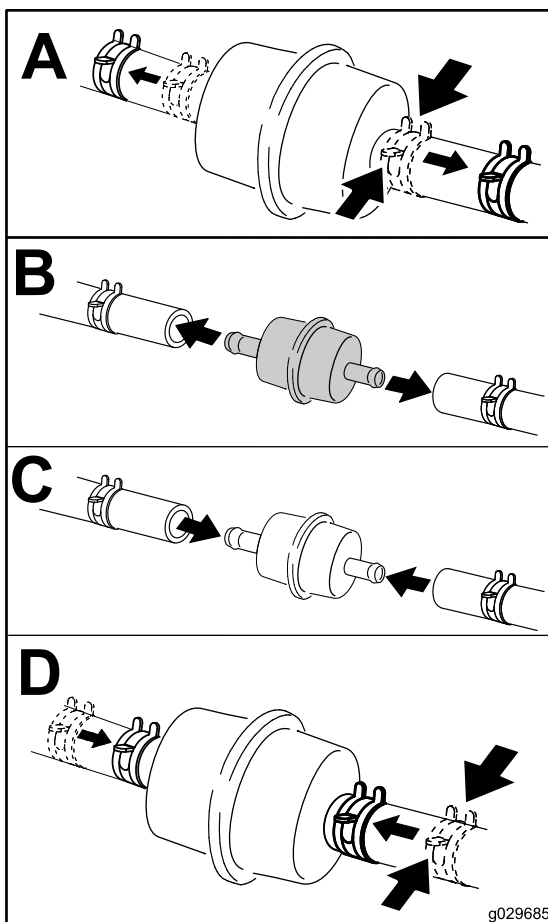

Figure 45
6. Placez un bac de vidange propre sous le filtre à carburant et remplacez le filtre à carburant comme montré à la Figure 45.